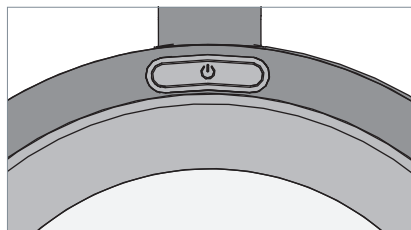

Fig. 6: Touche.
- ▶ Appuyez sur la touche, voir Fig. 6.
- ▶ Appuyez sur la touche et tenez-la appuyée, voir Fig. 6.